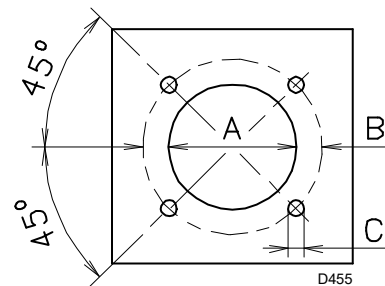

Fig. 11
Taladrar la placa de cierre de la cámara de combustión tal como se indica en Fig. 11.
- Introduzca todo el quemador a través del orificio de la caldera, precedentemente preparado, como indica la Fig. 11 en la pag. 15, y fíjelo con los tornillos suministrados.